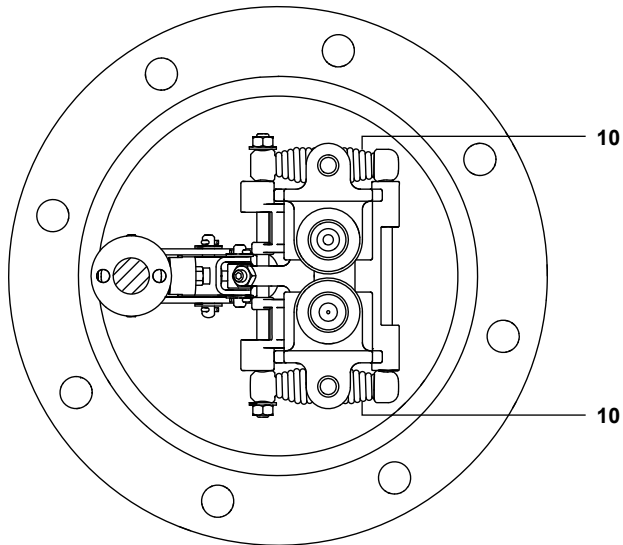

Fig. 9
3. Compruebe visualmente los resortes (ítem 10, Fig. 9). Si son defectuosos, retire los clips de fijación y deslice los grupos de resortes por los ejes. Reemplácelos por nuevos (si es necesario) e instale clips de fijación nuevos usar adhesivo Loctite 620 en las roscas del eje.